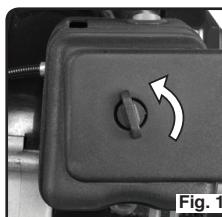

Fig. 13
2. Retirez la vis fixant en place le couvercle de filtre à air. (Figure 13)
3. Retirez et nettoyez les filtres en mousse. (Figure 13)